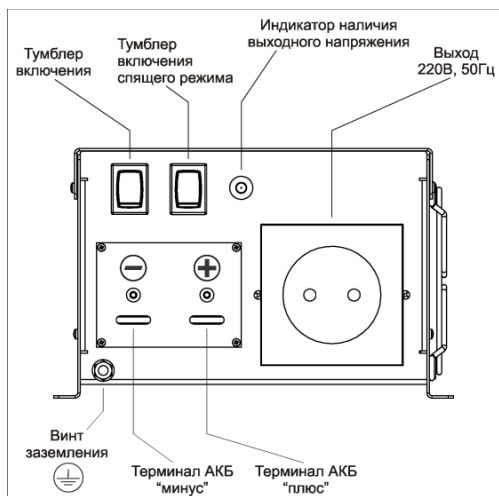

Рисунок 1 – Лицевая панель инвертора
4.2 На лицевой панели инвертора расположены (см. Рис.1):